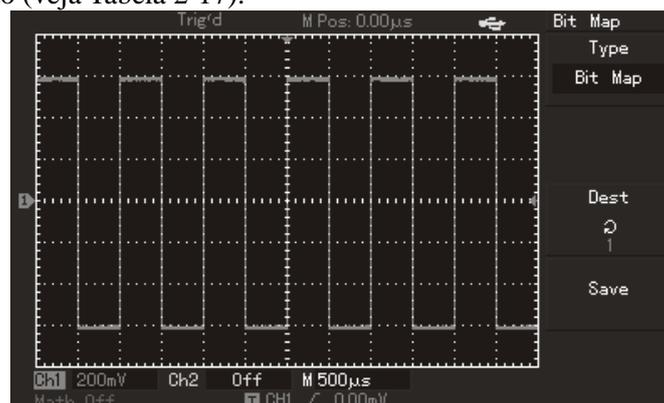

Figura 2-23 Configuração de Armazenamento
2. Como mostra a Figura 2-23, selecione configurações para entrar no menu de armazenamento (veja Tabela 2-17).